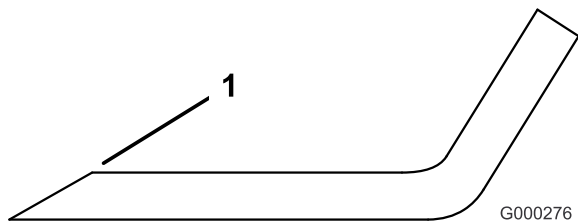

Figura 54
1. Utilice una lima para afilar el filo de corte en ambos extremos de la cuchilla (Figura 54). Mantenga el ángulo original. La cuchilla permanece equilibrada si se retira la misma cantidad de material de ambos bordes de corte.